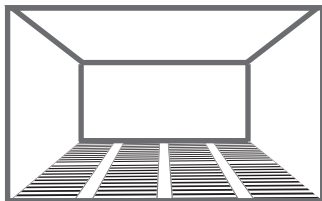

рис. 3 (расположение пленки)
8. Разложите листы термопленки на теплоотражающий материал (рис.3).